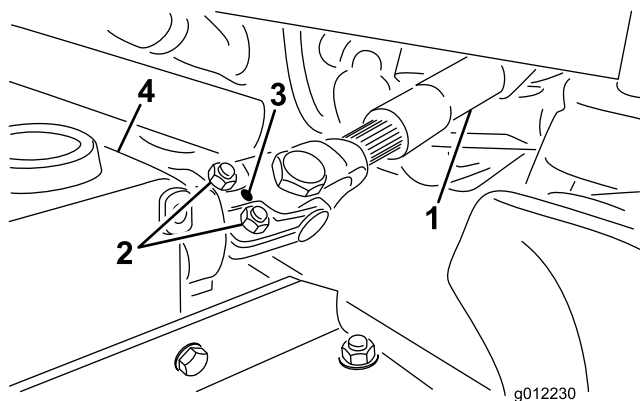

Figura 5
1. Inserite l'albero della presa di forza maschio nell'albero della presa di forza femmina (Figura 5). Allineate i fori di montaggio sull'albero di entrata della scatola ingranaggi ai fori sull'albero della presa di forza e unite i due alberi.
2. Fissateli con un perno a rullo (Figura 5).
3. Serrate i bulloni e i dadi (Figura 5).